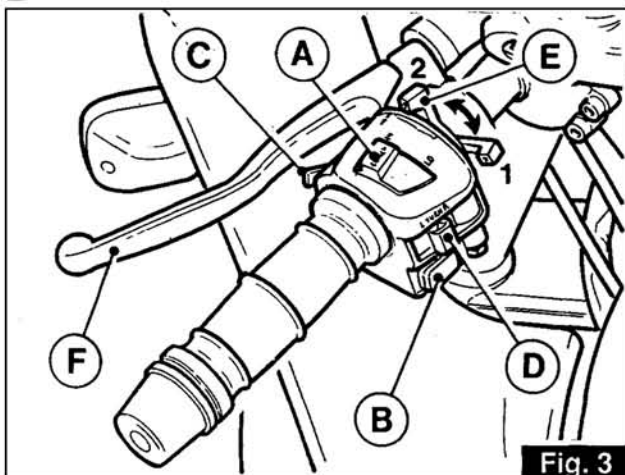

Fig. 3
3.2 INTERRUPTEURS DE COMMANDE FEUX (fig. 3 et 4)
Interrupteur «A» (fig. 3)
Avec l'interrupteur «A» fig. 3 sur la position «H».
3.3 BOUTON KLAXON, APPELS DE PHARE ET INTERRUPTEUR CLIGNOTANTS (fig. 3)
3.4 COMMANDE STARTER «CHOKE» («E» fig. 3)
3.5 LEVIER D'EMBRAYAGE («F» fig. 3)
- si le moteur est froid, mettre le starter «CHOKE» «E» sur la position «1» (voir fig. 3);
3.2 SCHALTER FÜR BELEUCHTUNG (Abb. 3 und 4)
Schalter «A» (Abb. 3)
Mit Schalter «A» Abb. 3 in Stellung «H»:
3.3 DRUCKKNOPF FÜR HUPE, PASSING UND SCHALTER FÜR BLINKER (Abb. 3)
3.4 STARTHILFSHEBEL «CHOKE» («E» in Abb. 3)
3.5 KUPPLUNGSHEBEL («F» in Abb. 3)
- bei kaltem Motor den Hebel «E» «CHOKE» auf Startschaltstellung «1» legen (siehe Abb. 3)